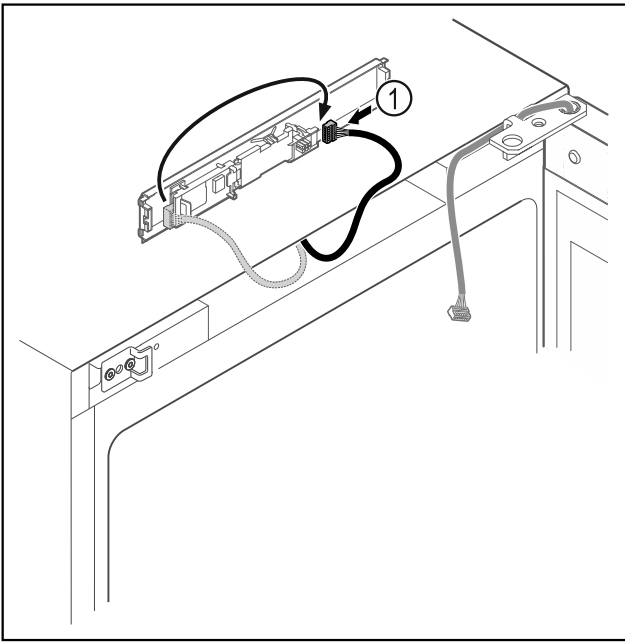

Fig. 21
- ▶ Переставити штекер Fig. 21 (1) на плиті.